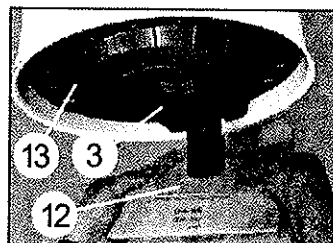

Fig. 4
Byte av dammpåse och service av filter om monteringsats för dammpåse används [fig. 4]: Ta loss dammpåsen (12), öppna fästmuttern (3) under filtret, ta bort stödet för dammpåsen [hålskivan] (13) och lösgör filtret [se punkt 3.2 *Filterservice*].